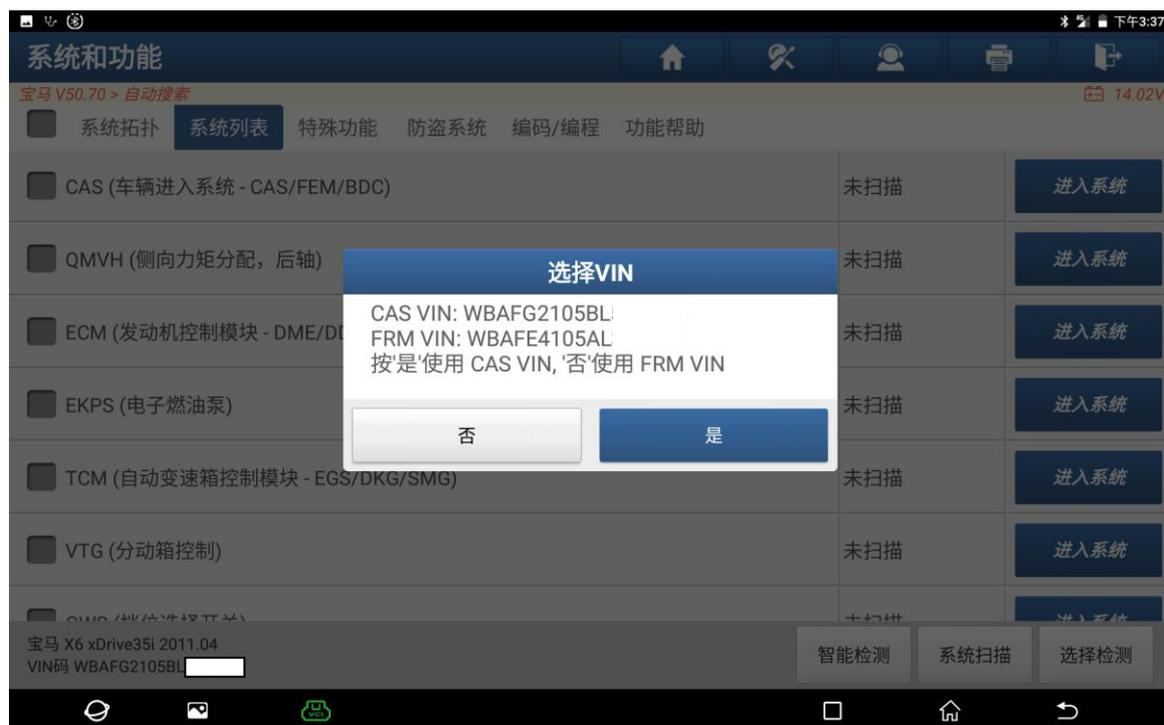

图 5
5. 更换的是 FRM 模块，所以选择“是”使用 CAS 模块 VIN 进入，如图 5: